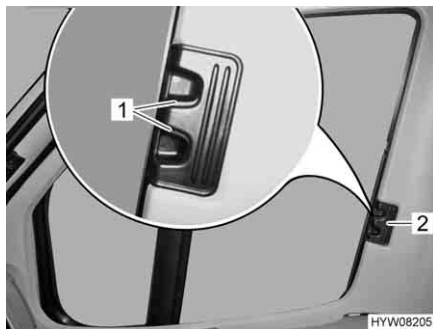

Bild 88 Plisségardin för förar-/passagerarfönster
- Tryck in låshandtagen (Bild 88,1) och håll dem intryckta.
- Ta tag i handtaget (Bild 88,2) och dra plisségardinerna för förar-/och passagerarfönstret till den andra fönstersidan och fäst med magnetremsorna.
- Ta tag i handtaget (Bild 88,2) till plisségardinerna för förarfönstret och passagerarfönstret och skjut in dem så långt det går.
- Släpp låshandtagen (Bild 88,1) och låt dem haka fast.